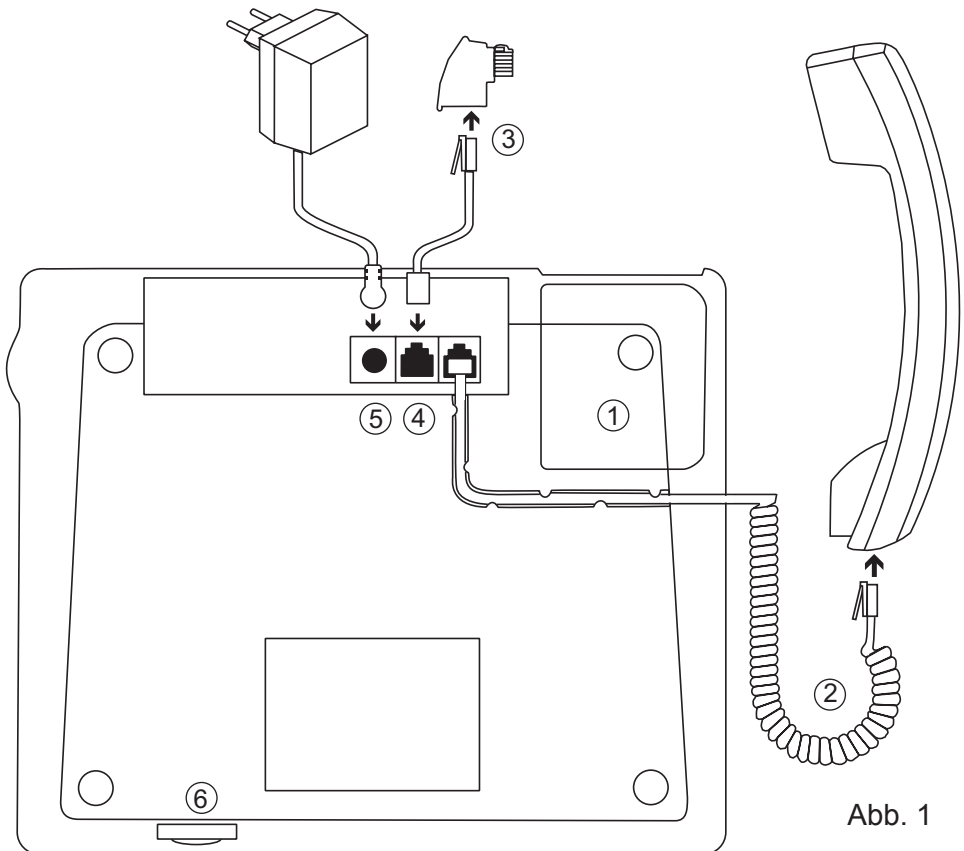

Abb. 1
Lesen Sie vor dem Anschließen die Sicherheitshinweise in Kapitel 2. Schließen Sie das Telefon an wie in Abb. 1 dargestellt.
- Schließen Sie das Steckernetzgerät am Telefon an (siehe auch Abb. 1).